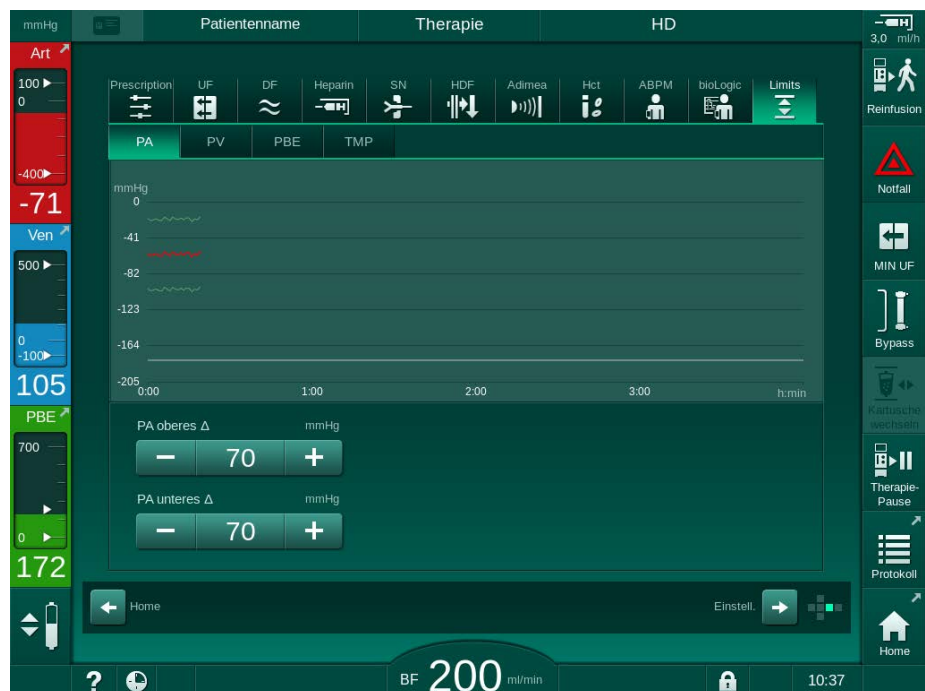
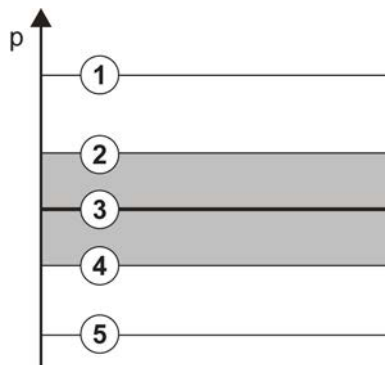

Abb. 5-21 Beispiel für Druckgrenzwerte auf dem *Eingabe*-Bildschirm
Abb. 5-22 Druckgrenzwerte
Die Drücke werden mit Grenzwertfenstern (grauer Bereich in Abb. 5-22) überwacht, die durch den entsprechenden Abstand zwischen dem tatsächlichen Wert ③ und den unteren ④ und oberen ② Grenzwerten (Min./Max.-delta-Werte) definiert werden. Die Summe dieser beiden Abstände ergibt die Breite des Grenzwertfensters, d.h. im Beispiel in Abb. 5-21: 70 + 70 = 140 (mmHg).